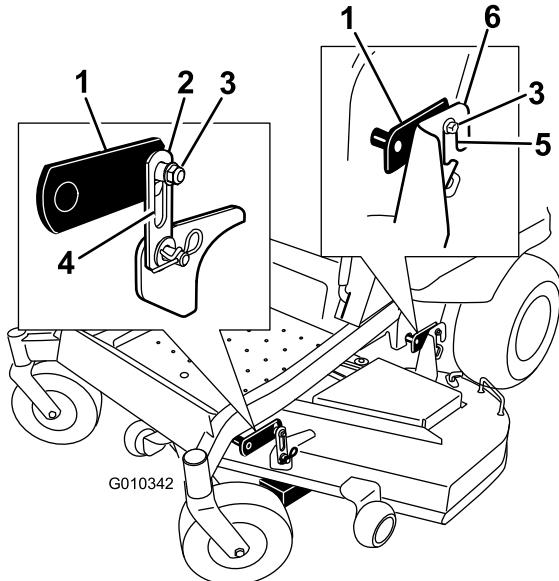

Figure 65
- Desserrez les écrous de verrouillage du réglage de niveau (repère 3) aux quatre coins de sorte que le tablier repose bien sur les quatre cales. Vérifiez que les pattes de fixation du tablier sont complètement descendues (en haut de la fente) et que le levier de relevage au pied est en appui contre la butée. Serrez ensuite les quatre écrous de verrouillage du réglage de niveau (Figure 65).